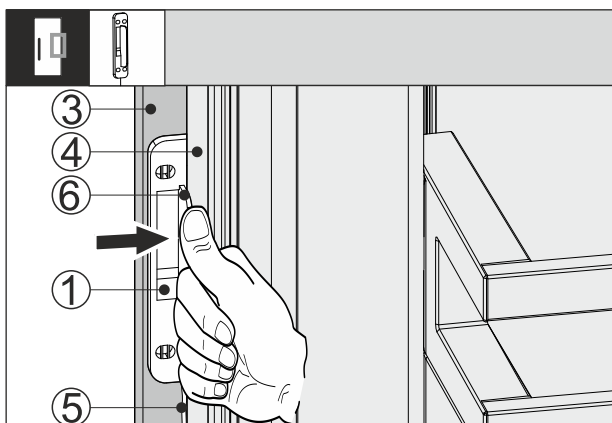

Fig. 66
- Spingere il sensore di battito in testa Fig. 66 (1) tra la parte frontale del mobile Fig. 66 (3) e la porta dell'apparecchio Fig. 66 (4), in modo che il cavo Fig. 66 (5) si tenda leggermente. La battuta di arresto Fig. 66 (6) del sensore di battito in testa appoggia sulla porta dell'apparecchio Fig. 66 (4).
- Premere il sensore di battito in testa Fig. 66 (1) sulla parte frontale del mobile Fig. 66 (3).
- Il sensore di battito in testa Fig. 66 (1) è attaccato. L'attacco del sensore di battito in testa ottimizza la trasmissione del segnale di battito in testa.
Il fissaggio permanente del sensore di battito in testa Fig. 66 (1) aumenta la durata utile.
- Avvitare il sensore di battito in testa Fig. 66 (1) alla parte frontale del mobile Fig. 66 (3) con le viti fornite in dotazione.